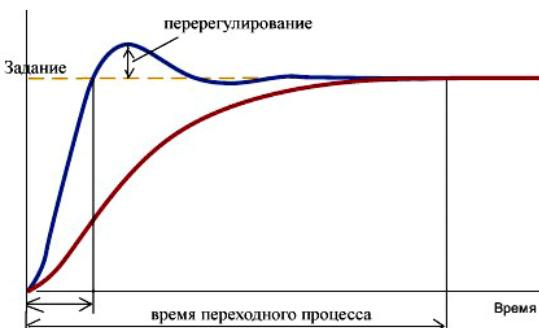

Рис. 22
8. Измеряем по графику (рис. 22) перерегулирование (то, насколько мотор проскочил задание).